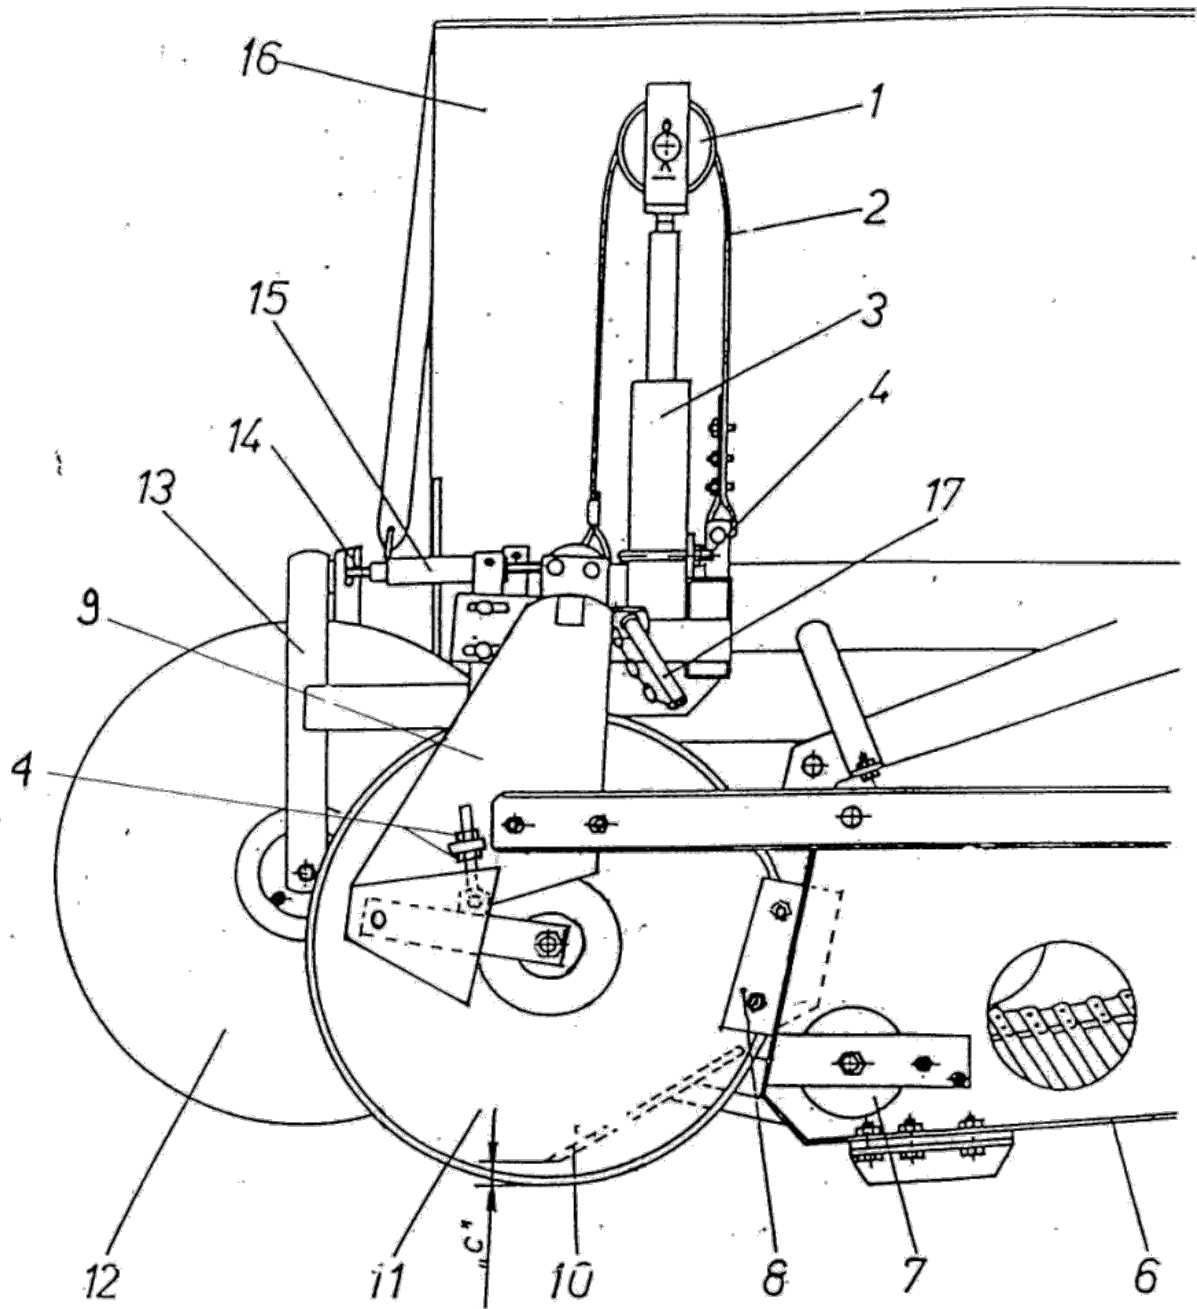

Abb. 20 Roder
Das Öl in den Zylinder 3 (Abb. 20) reichten. Den Queerriegel 17 ausnehmen und somit den Roder entblocken. Den Hebel des Kombienverteilers in die Stellung „Herabsetzung“ bzw. „Schwimmstellung“ verstellen – der Roder sollte so fallen, dass die Scheibenseche am Boden stützen. Nachdem der Roder mehrere Male heruntergesetzt und aufgehoben wurde, ist er in der Transportstellung zu blocken. Das Öl in den Speicherzylinder reichten und anschließend den Speicher in die obere Stellung bringen. Den Verteilerhebel verstellen – der Speicher sollte durch sein Eigengewicht bis zur Berührung des Anschlagstrahmens fallen.
Die Schartiefe wird durch Verstellung der Kopierrolle 12 (Abb. 20) mittels des Spannschlusses 15 eingestellt. In der Fabrik wird das Schar auf die Tiefe 18 cm von der Furchenspitze eingestellt. Die Schartiefe ist während der ersten Durchfahrt zu kontrollieren und falls erforderlich nachzustellen. Die Schartiefe sollte möglichst klein sein. Mit der Erhöhung der Schartiefe nimmt die Erdmenge zu, die auf die Siebanlage sowie andere Bauteile gelangt. Die Rüttelintensität der Siebanlage muss dann erhöht werden, was wiederum mehrere Beschädigungen der Kartoffeln verursacht. Die Schartiefe sollte so sein, dass das Schar alle Kartoffeln aufnimmt. Eine größere Schartiefe wird auf leichtem und steinfreiem Erdboden empfohlen, um die Beschädigungen der Knollen zu mindern.
Die Tiefe der Scheibenseche [Abmaß „C“ auf der Abb. 20] sollte möglichst klein sein, damit sich die Scheiben drehen können und die Furche durchgeschnitten wird. Auf leichten und sandigen Erdboden sollte die Tiefe der Scheibenseche größer als auf bündigen Erdboden sein. Zu tiefe Einstellung der Scheiben auf bündigen Erdboden kann das Vertiefen des Scharns behindern.
- Die Tiefe der Scheibenseche ist durch ihre Verstellung in den Hakenarmen 9 [Abb. 20] einzustellen. den Roder in Transportstellung bringen;
- die Muttern 4 (Abb. 20) lösen, welche die Scheibenschrauben in den Hakenarmen halten;